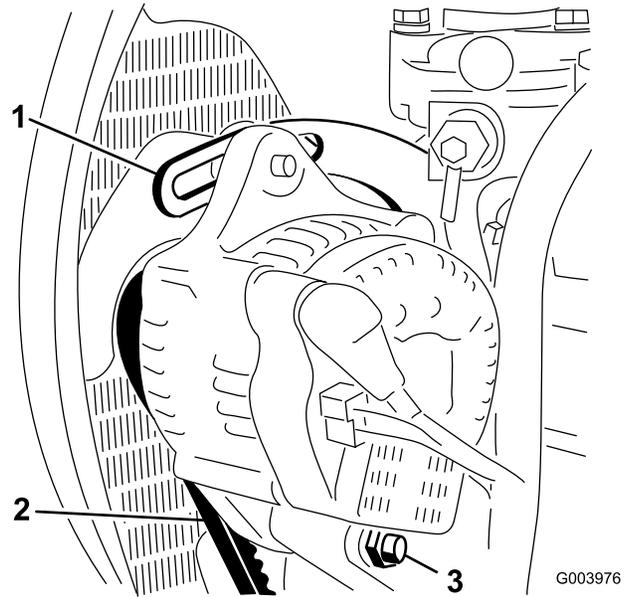

图67
2. 检查交流发电机皮带张紧力的方法：使用 10kg 的力按压交流发电机和曲轴箱皮带轮之间的皮带（图 67）中间位置。
3. 松开将皮带环形支架固定到发动机（图67）的螺栓，以及将交流发电机固定到皮带环形支架上的螺栓和枢轴螺栓。